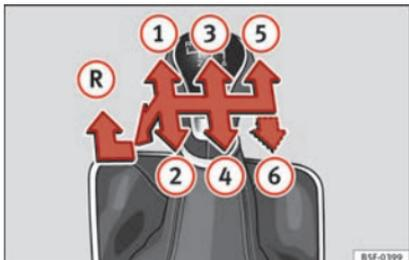

Fig. 53 Schema di un cambio manuale a 5 marce o a 6 marce.
Nella leva selettoria sono indicate le posizioni delle marce » **fig. 53**.
- Per inserire la retromarcia, con la leva selettoria in posizione di folle, spingerla verso il basso, muoverla a fondo a sinistra e quindi in avanti » **fig. 53** **R**.